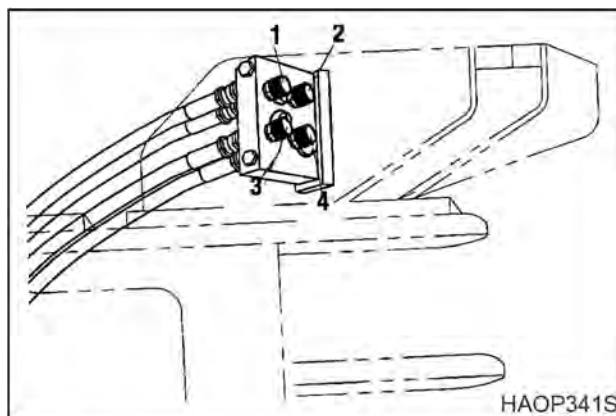

Рис. 93.
1. Подключите манометр к отверстию (2, рис. 93).
1. Подключите манометр к отверстию (3, рис. 93).